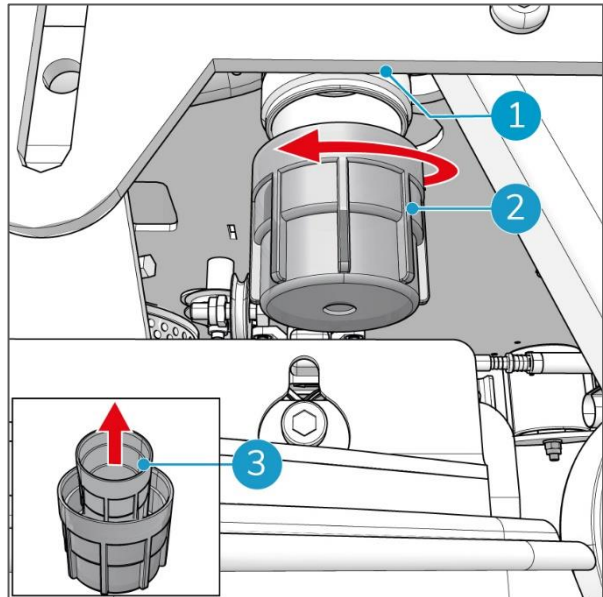

Figura 67
2. El filtro de agua está debajo del lado delantero derecho de la i-drive® (Figura 67, pos 1).
3. Gira la cubierta del filtro de agua (Figura 67, pos. 2) en sentido antihorario para extraerla. El filtro de agua tiene una válvula integrada que evita la salida del agua cuando el filtro está abierto.
4. Extrae el filtro de agua (Figura 67, pos. 3) de la cubierta.